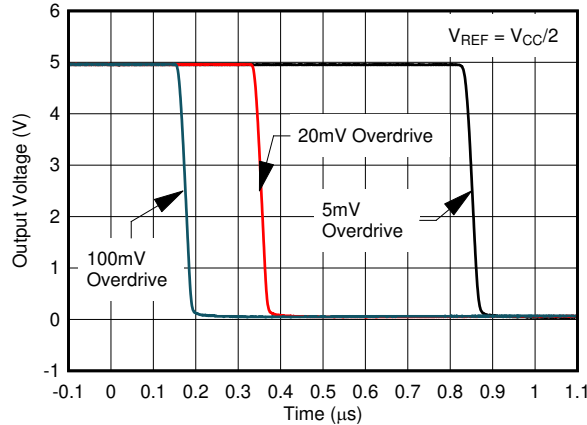

图 5-11. 高电平至低电平转换时各种过驱的响应时间
- R_{CE} 可通过以下方式确定，即在所需温度下取 图 5-11 的线性区域的斜率或者将 V_{OL} 除以 I_{OUT}